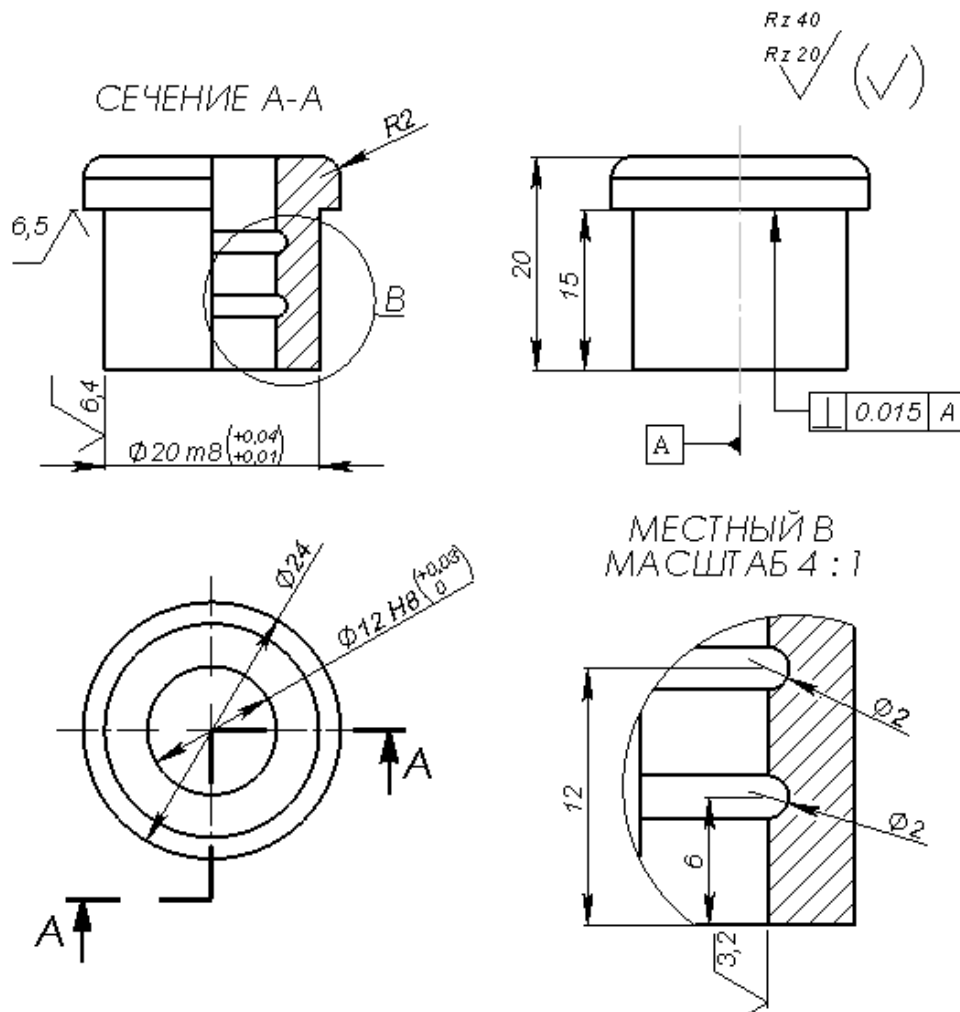

Рис. 1. Фрагмент чертежа детали «Втулка»
2. Построить 3D модель детали «**Втулка**» в соответствии с рис.1 и сохранить в папке «**Итоговое занятие**».